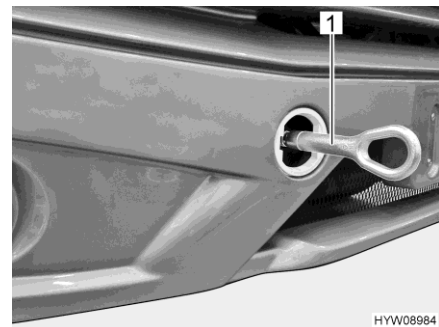

Bild 29 Bogserögla (monterad)
- Montera bogseröglan (Bild 29,1) enligt anvisningarna i bruksanvisningen till basfordonet.